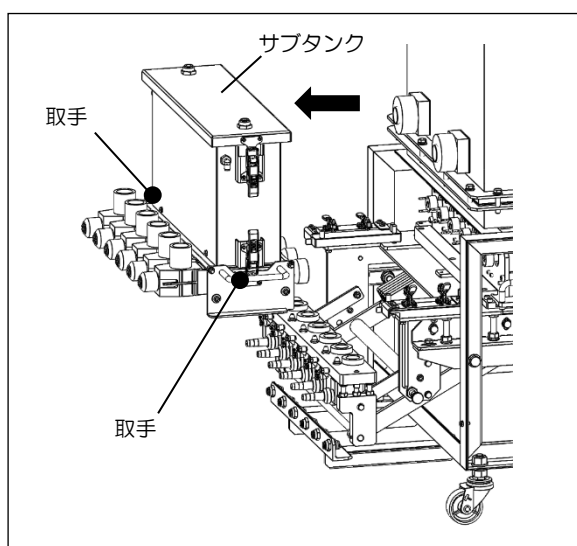

図 8-3
- ④ サブタンクの取手を持ち、引き出してください。(両側)(図8-3)
- ⑤ サブタンク蓋、本体を分解し、各々エアブローしてください。
- ⑥ SFC ユニットを分解し、特にスクリュウ部分を入念に清掃してください。
- ⑦ 作業後、サブタンクを戻し、クランプとストッパで固定してください。